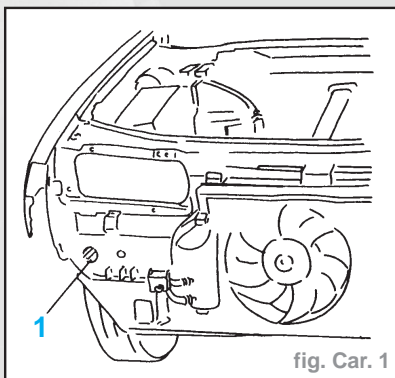

fig. Car. 1
**Nota :** Le pare-chocs est clippé sur les deux pontets (1) (fig. Car. 1).
- En prenant appui sur les parties latérales, tirer le pare-chocs vers l'avant pour le désolidariser des pontets (1)